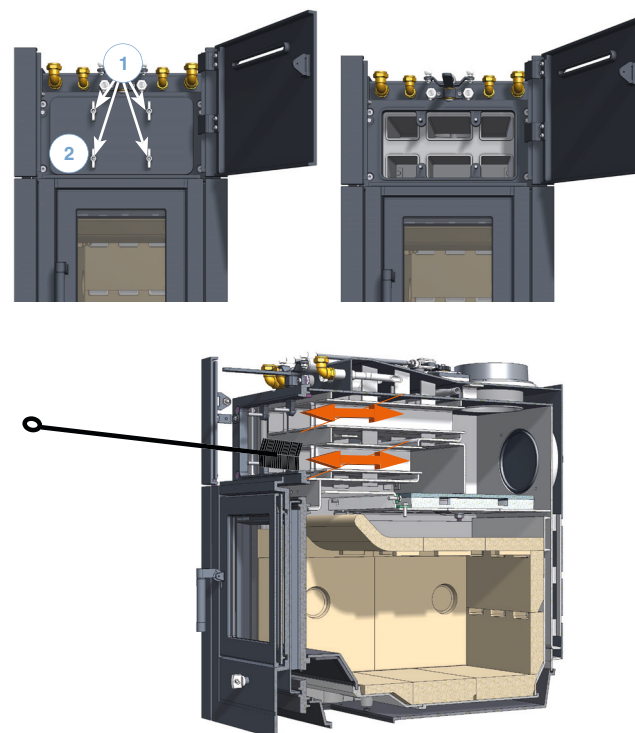

Abb.: 9
Kontrollieren Sie den Wärmetauscher des Heizeinsatzes mindestens zwei Mal je Heizperiode, auf Ablagerungen und Flugasche. Schrauben Sie hierfür die vier Flügelmuttern ① an der Wartungsklappe ② ab und nehmen die Klappe heraus. Entfernen Sie die Verunreinigungen mit der mitgelieferten Bürste (Abb.: 9). Nach der Reinigung ist die Klappe auf den korrekten Sitz der Schnurdichtung zu kontrollieren und mit den vier Flügelmuttern wieder handfest anzuschrauben.